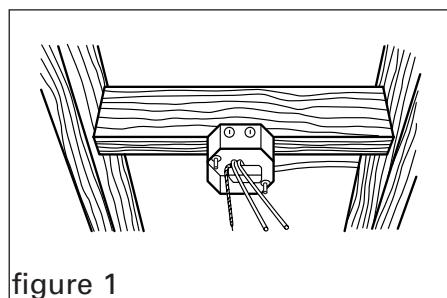

figure 1
1. Tirez le fil dans la boîte électrique et bridez à l'aide du connecteur fourni (figure 1).